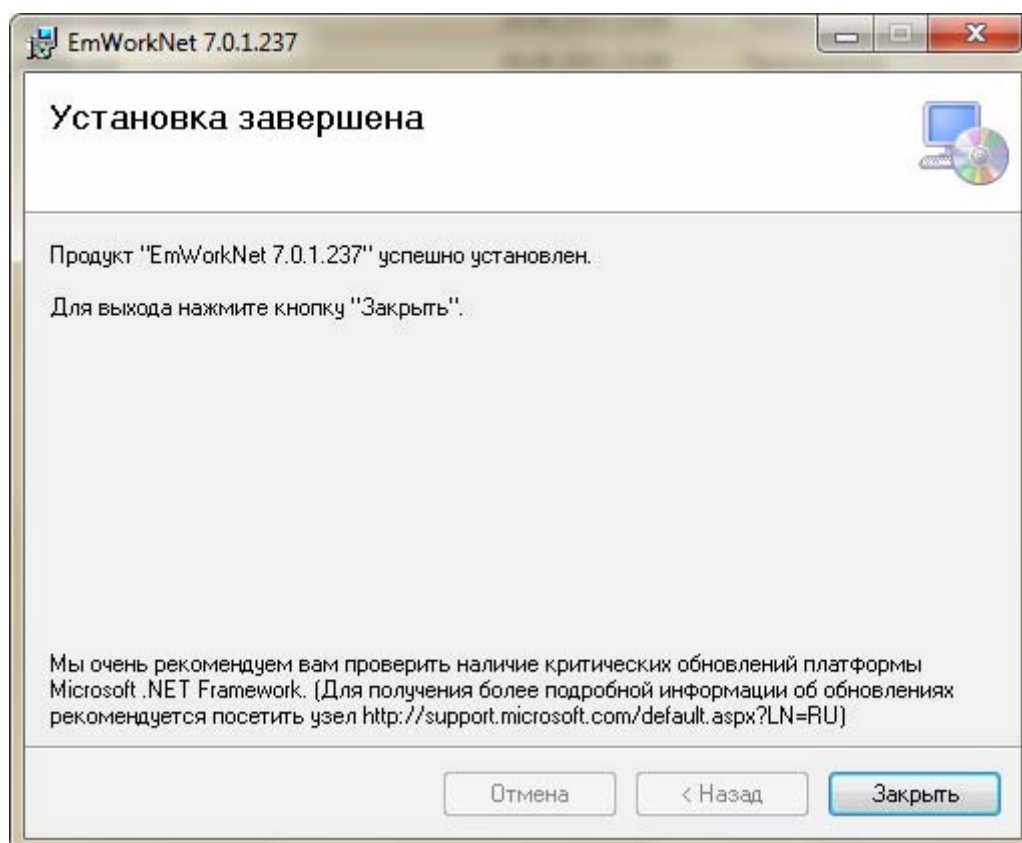
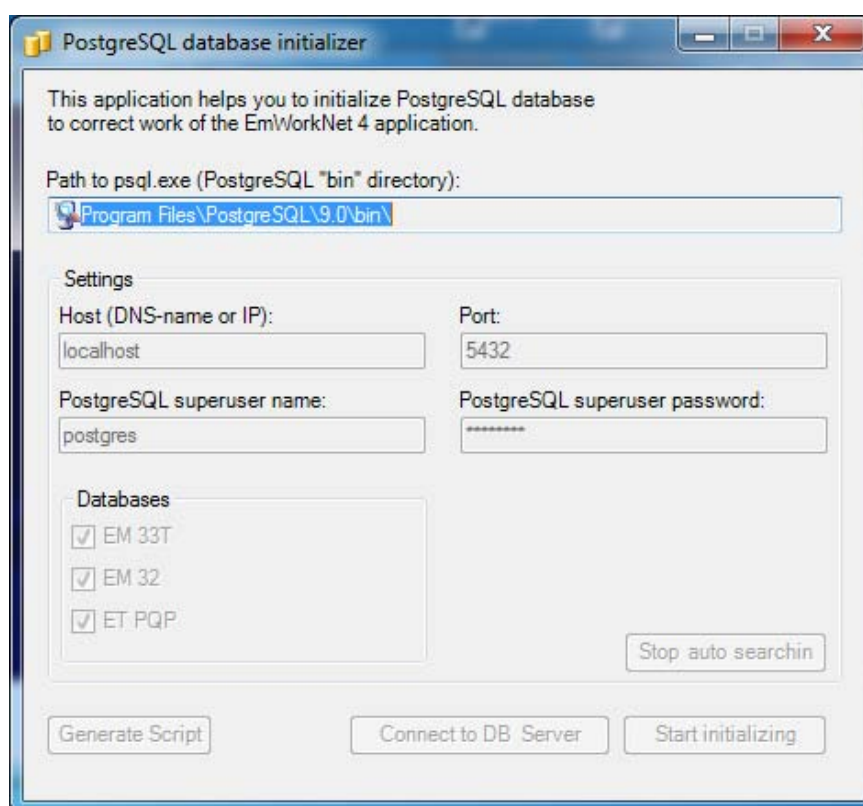
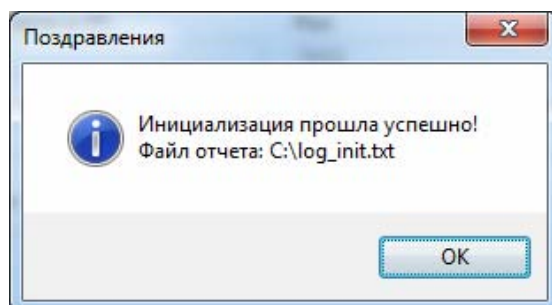

Рис. 11
Рис. 12
Рис. 13
7. При успешном завершении установки откроется окно, приведенное на рис. 11, после чего автоматически запустится инициализация базы данных PostgreSQL 9.0 (рис. 12).
8. В случае успешной инициализации базы данных появится информационное окно, приведенное на рис. 13. Нажмите «ОК», а затем «Завершить» в окне мастера установки (рис. 11).